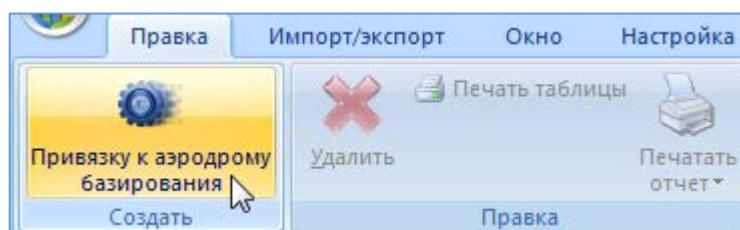

Рис. 13-113 – Кнопка «Привязка к аэродрому базирования» вкладки «Правка»
- 5) Перейти в окно связанных объектов «Аэродром базирования», нажать кнопку «Привязку к аэродрому базирования» панели «Создать» (рис. 13-113).